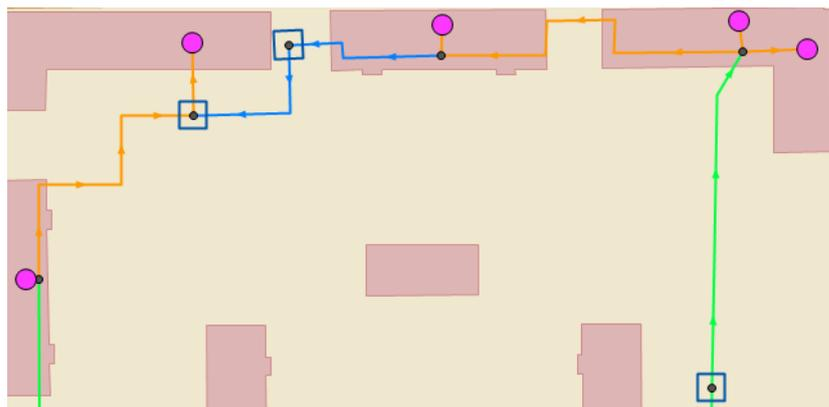

Рисунок 23.2. Окраска сети с помощью встроенных фильтров
2. После выбора параметра левой клавишей мыши, сеть окрасится в соответствии с заданными настройками (см. Рисунок 23.2, «Окраска сети с помощью встроенных фильтров».) (Подробнее Раздел 23.1.2, «Настройки раскраски»).